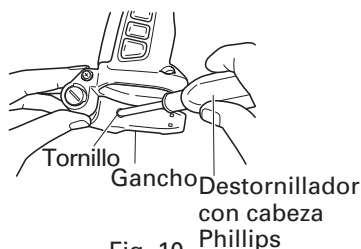

Fig. 10
- (1) Afloje el tornillo de gancho con un destornillador tipo Phillips (Núm.1) (Fig.10)